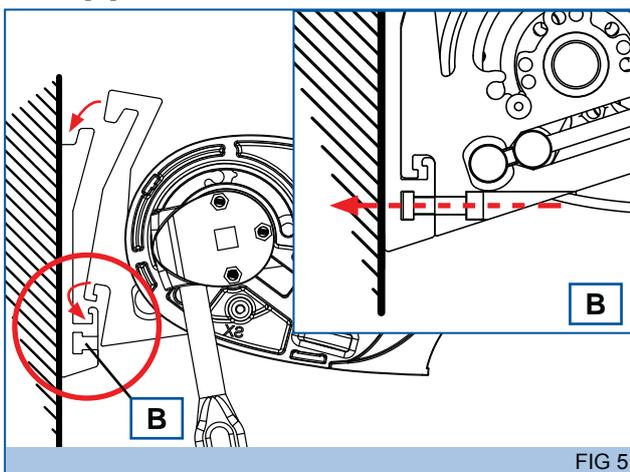

FIG 5
5. Installez le store pré-monté sur les supports en faisant correspondre le soutien du support jusqu'à ce qu'il soit bloqué (ce système permet de fixer provisoirement le store afin de serrer les vis (B) en toute sécurité).
6. Fixez le soutien au support en serrant les vis (B-Fig 5).